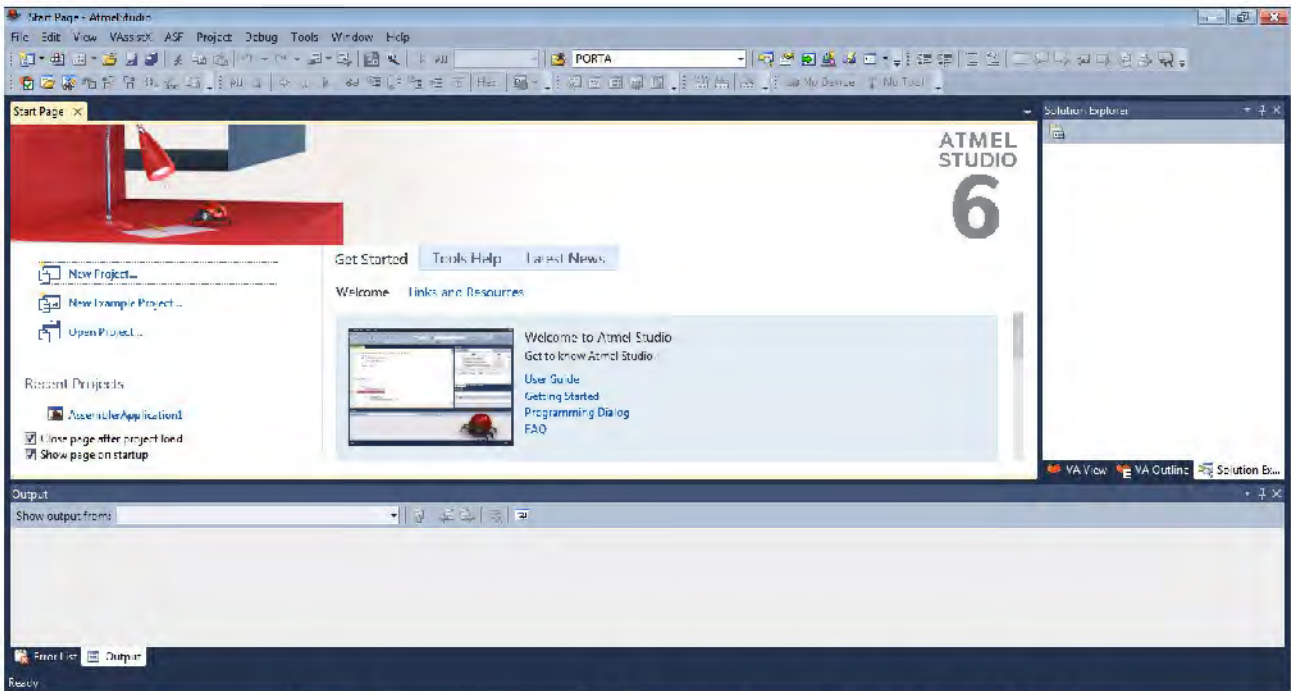

Figura 4. Fereastra de dialog primară din Atmel Studio
- după lansarea programului, apare o fereastră similară cu cea din Figura 4. Se va alege opțiunea „New Project”;